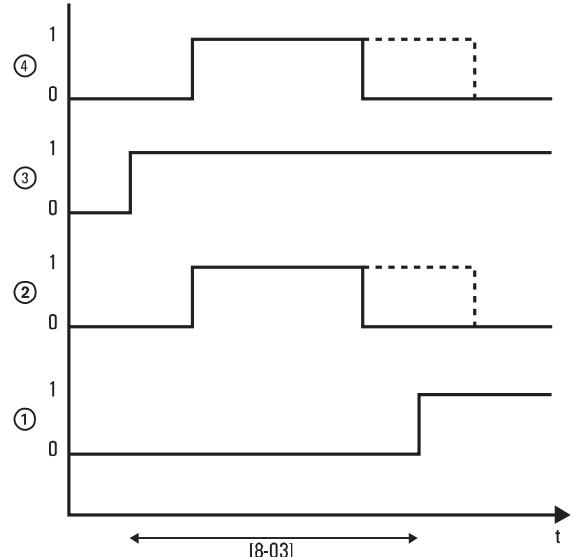

Bild 4-8 Schaltzeit des Parameters [8-03]
- [8-03] Verzögerungszeit Booster-Heater (BOH): Bestimmt die Verzögerungszeit der Inbetriebnahme des Booster-Heaters (BOH) nach dem Start des Warmwasserheizbetriebs durch die Wärmepumpe (siehe Bild 4-8).